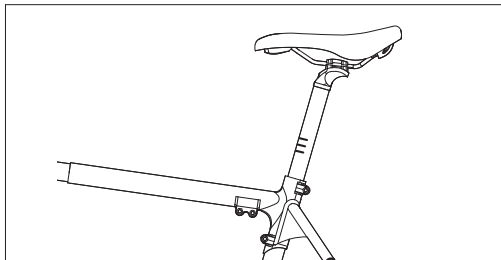

Abbildung 3-2
- Stellen Sie die Höhe des Sattels auf die für Sie passende Höhe ein. Überschreiten Sie nicht die maximale Höhenbegrenzung des Sattels, wie in **Abbildung 3-2** gezeigt. Ziehen Sie dann die Schrauben **F** und **J** fest.